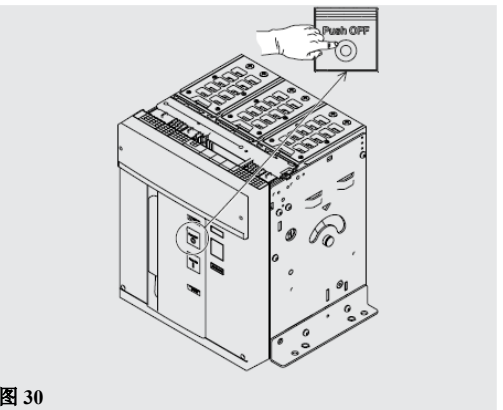

图 30
- 6. 分闸-按下分闸按钮“O-Push OFF”如图 30 所示。